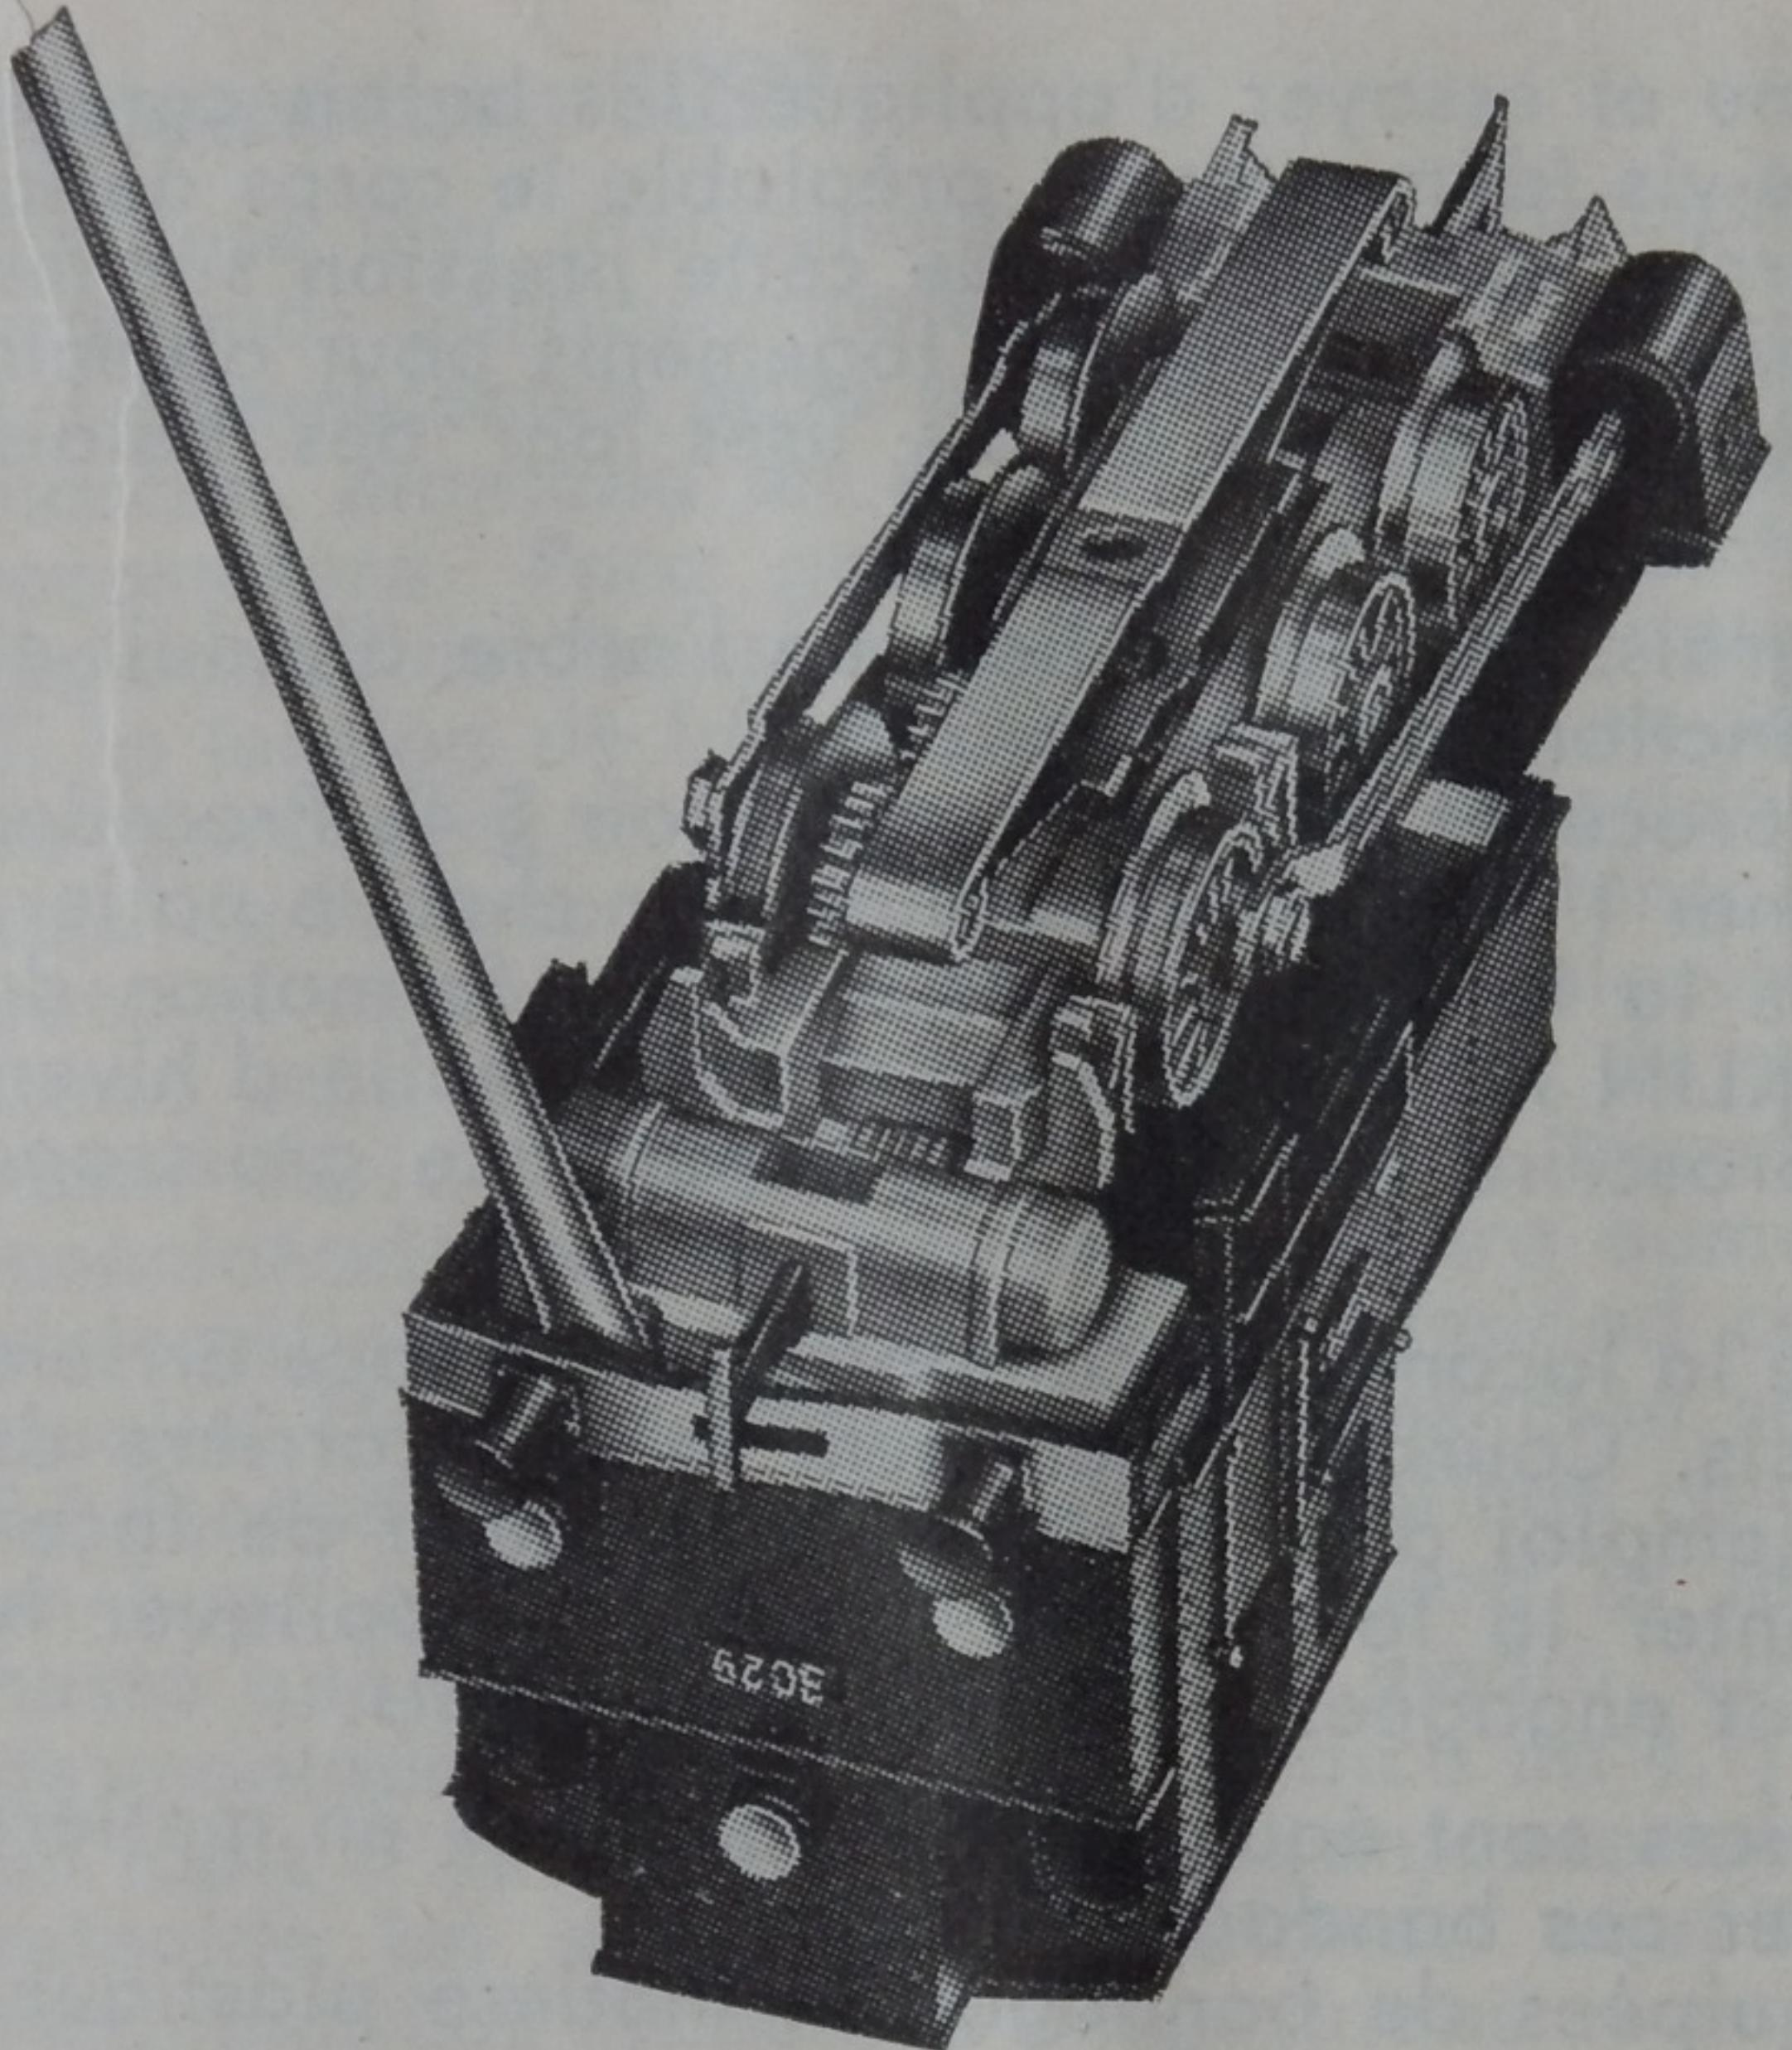

Fig. 5 Abheben des Lokomotivgehäuses
a screwdriver sufficiently to disengage the lug from the recess (fig. 5). The two side clips are then released in the same way. When putting together again, press the casing on to the frame casting until the lugs clip into the recesses.
**4.- Démontage du corps de la locomotive.** Le corps de la locomotive comporte sur sa face arrière 2 ouvertures dans lesquelles vient se loger le châssis. Courber légèrement la face arrière du corps vers l'extérieur afin de dégager les fixations (emploi d'un tourne-vis). Dégager de façon analogue les fixations latérales (fig. 5). Pour remonter la locomotive il suffit d'appliquer le corps sur le châssis jusqu'à ce que les fixations soient engagées dans leurs logements.
**4.º Modo de desmontar la caja de la locomotora.** En las escotaduras de ambos lados de la pared posterior de la caja de la locomotora encajan las correspondientes lengüetas del bastidor de fundición. Sirviéndose de un destornillador se dobla, primeramente, hacia afuera la pared posterior de la caja hasta que la lengüeta haya salido de la escotadura (véanse fig. 5).
**4. Smontaggio del mantello della locomotiva.** Sui due lati e sul fondo del mantello appositi appigli ingranano nelle corrispondenti sporgenze del telaio. Con un cacciavite viene dapprima piegato all'infuori il dietro del mantello finché l'appiglio si liberi. (fig. 5)
**4. Avtagande av lokets överdel.** Urtagen i bakväggen och på båda sidor av lokets överdel griper in i motsvarande nabbar på chassit. Den bakre väggen på överdelen böjs ut något med en skruvmejsel så att nabben lämnar urtaget (bild 5). På samma sätt lossas sidorna på överdelen. När denna åter sättes på, så pressas den ned mot chassit så att nabbarna griper in i urtagen.
**4. Afmontering af lokomotivoverdelen.** I de på begge sider og på bagvæggen af lokomotivoverdelen anbragte udsnit griber tilsvarende tappe på det støbte chassis ind. Med en skruetrækker bøjes den bagerste væg på overdelen så langt udefter, at tappene gøres fri af udsnittene (fig. 5). Derefter løsnes på samme måde begge sidestykkerne. Når man igen skal montere delene sammen, må overdelen trykkes så langt ned over den støbte underdel, at tappene atter griber ind og hviler i udsnittene.
**4. Verwijderen van de locomotiefkap.** In de zijwanden en achterwand zijn kleine uithollingen aangebracht, welke over nokjes van het gegoten onderstel sluiten. Met een kleine schroevendraaier wordt eerst de achterwand zover uitgebogen, dat de nok daar er uit springt (fig. 5). Daarna worden op dezelfde manier de nokjes aan de zijkanten er uit gewipt. Bij het weer opzetten van de kap moet deze zover op het onderstel worden gedrukt tot de nokjes weer in de uithollingen springen.